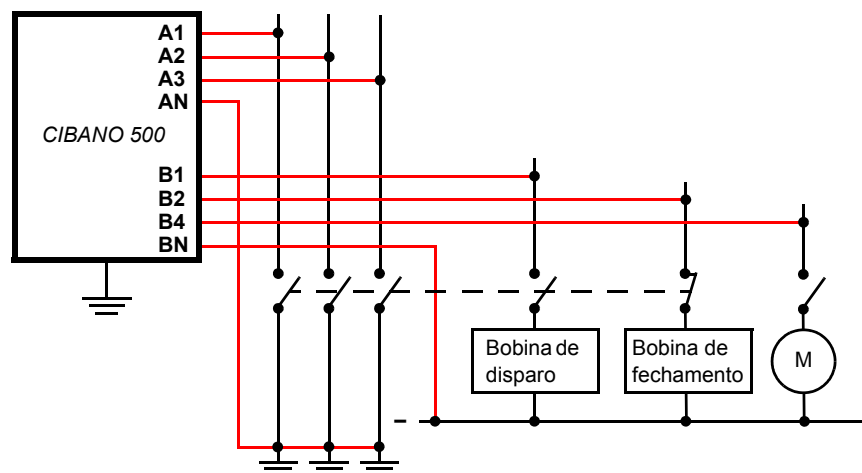

Figura 17-7: Conectando o CIBANO 500 ao disjuntor para o Teste de tempos
- Conecte o CIBANO 500 ao disjuntor como mostrado em Figura 17-7: "Conectando o CIBANO 500 ao disjuntor para o Teste de tempos".